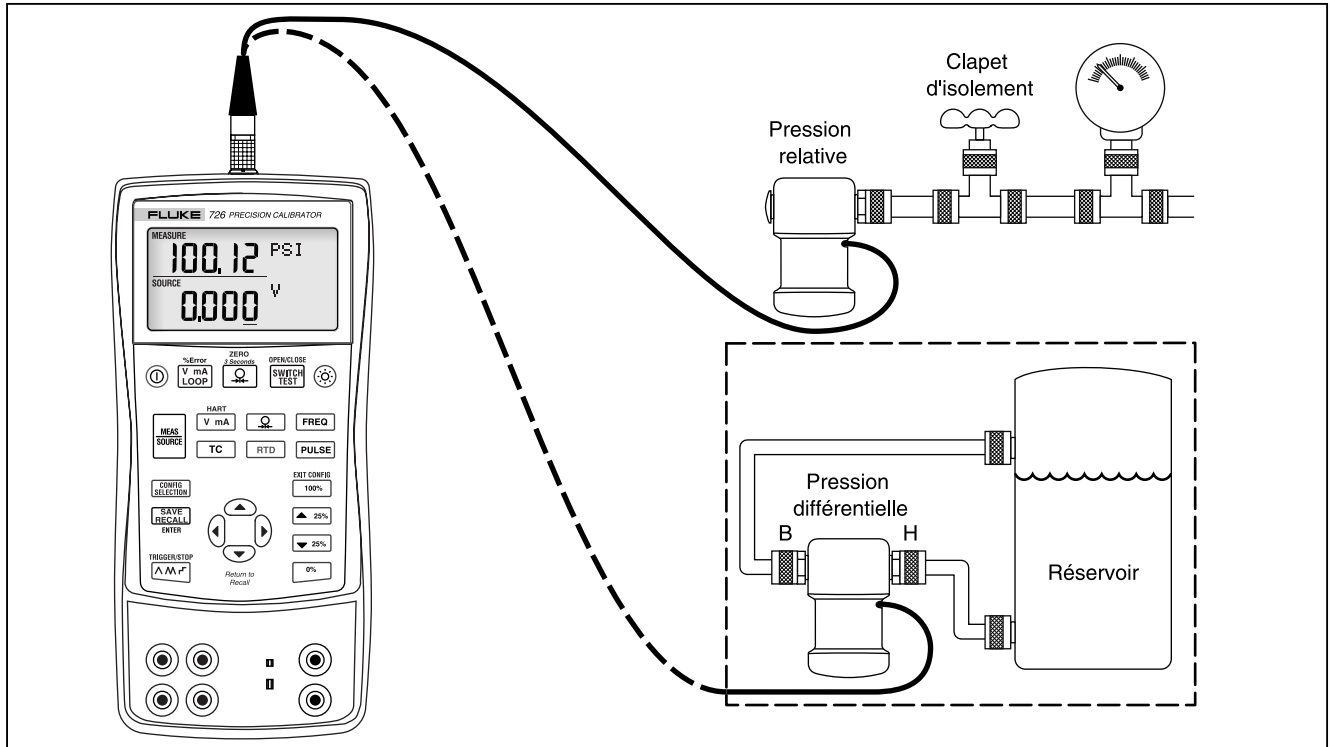

Figure 13. Branchements pour la mesure de pression
1. Branchez le module de pression au calibrateur conformément à la figure 13. Les filets sur les modules de pression acceptent des raccords de tuyau NPT ¼ standard. Utilisez au besoin l'adaptateur fourni ¼ NPT - ¼ ISO.